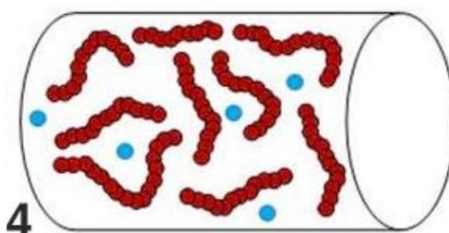

Рисунок 4
4. После сушки содержание воды в филаменте значительно уменьшается, что делает его пригодным для высококачественной 3D-печати (рис. 4).